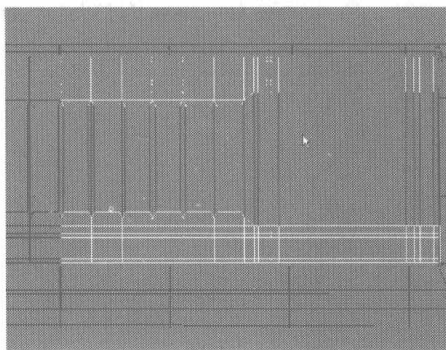
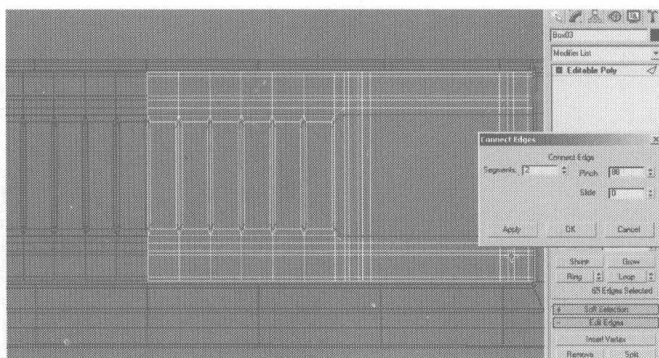
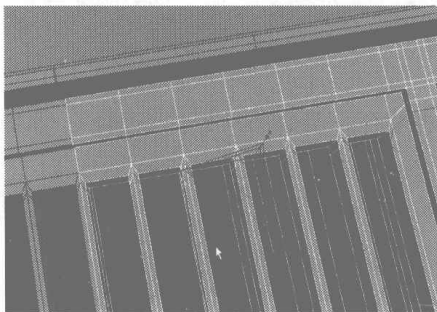

图 4.395
图 4.396
图 4.397
- 47** 选择如图 4.395 所示的边线，用 Connect 命令添加如图 4.396 所示的细分线，再选择如图 4.397 所示的边线，用缩放工具在 Bottom 视图中沿 Y 轴进行平行缩放，同样再对下面的棱角边线进行缩放。